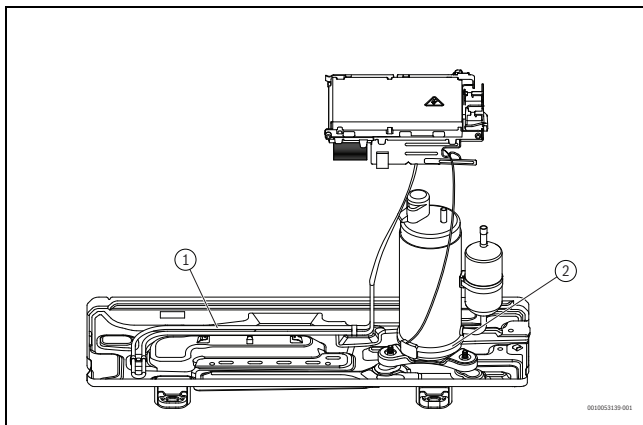

Fig. 7
- ▶ Coricare l'unità interna sul lato anteriore senza togliere gli elementi sagomati di imballaggio (→ fig. 7).